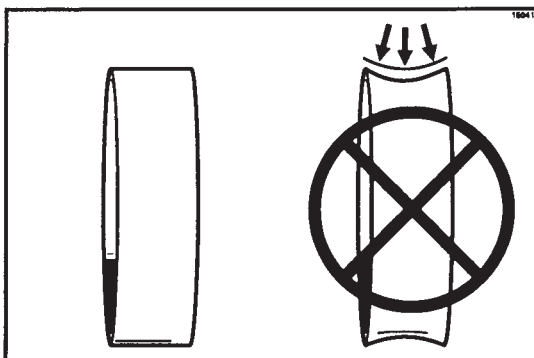

図 23
**注意:** チェックリングには滑らかな表面が 2 つあります。窪んだ形状は組立てが正しくないことを示します。チェックリングを裏返し、平らな表面を出して下さい (図 23 参照)。